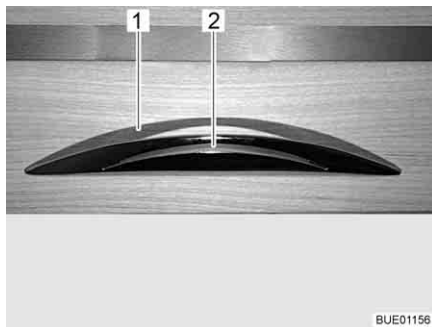

Fig. 40 Abattant de placard avec poignée de déverrouillage
- Enfoncer la poignée de déverrouillage (Fig. 40,2) et la maintenir enfoncée.
- Tirer sur la poignée de déverrouillage (Fig. 40,1) jusqu'à ce que l'abattant de placard s'ouvre.